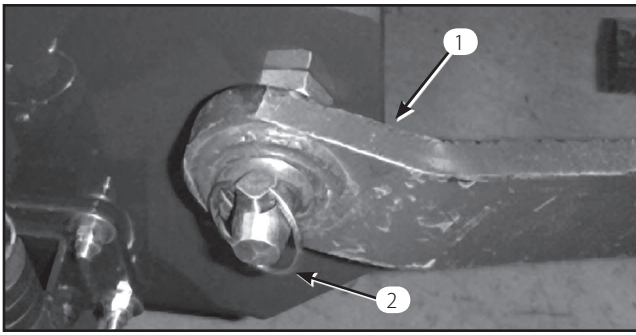

図2
5. ヒッチピンに左右の下リンク・アームを挿入する（図2）。
6. リンチピンで、下リンク・アームをヒッチピンに固定する(図2)。